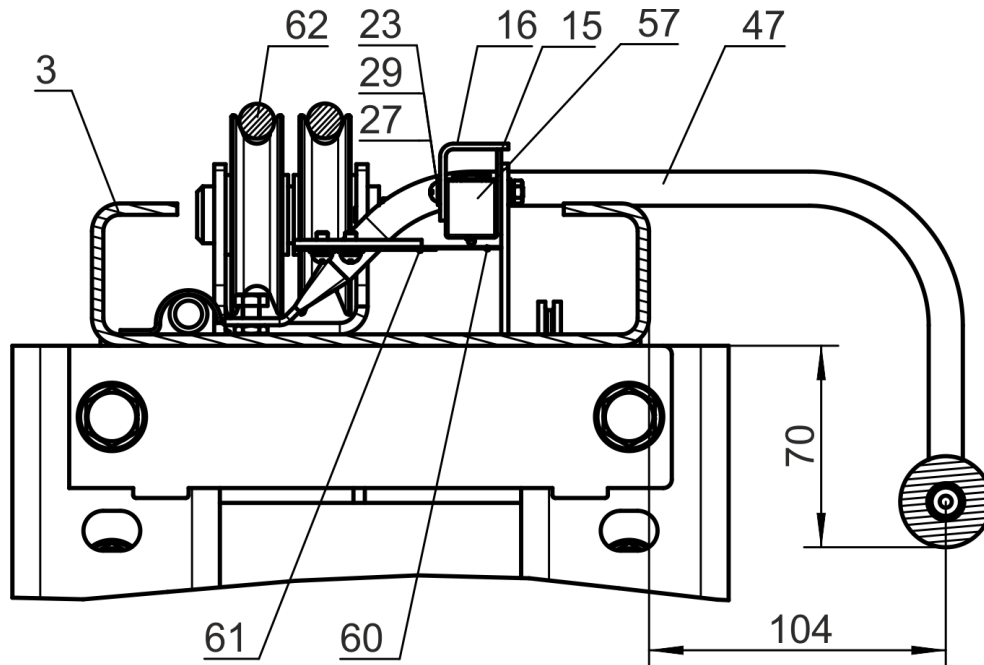

Рисунок 6.8 – Системы автоматического отключения привода насосной станции при касании автомобиля ограничительной дуги
6.12.2 Установить на перекладину 3 ограничительную дугу 47 (рисунок 6.8) с закрепленными на ней пластинчатыми пружинами 60 и 61. На перекладину 3 подъемника установить смонтированный на кабеле микровыключатель 57, с помощью винтов 23, шайб 29 и гаек 27. Одновременно установить защитный козырек 16 и защитную прокладку 15. Микровыключатель 57 необходимо установить так, чтобы он срабатывал при перемещение ограничительной дуги 47 вверх на 20...40 мм. Затем кабель микровыключателя 57, с помощью пластиковых хомутов, закрепить к рукаву так чтобы кабель не касался системы тросов 62.